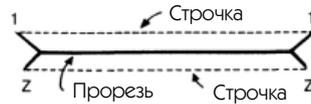

Рис. 527
4. Через изнаночную сторону сделайте на прокладке прорезь вдоль между двумя строчками и наискосок к концам, как показано на рис. 527.
— Через эту прорезь уберите к изнаночной стороне срезы шва на обтачке и мешковину, затем заутюжьте все целиком в правильное положение, сохраняя подогнутыми маленькие треугольники (от I до Z, рис. 527).